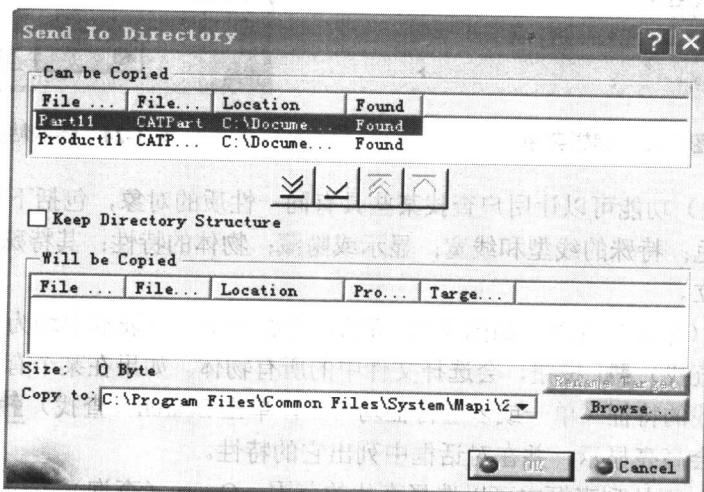

图 1-22 发送至文件夹
③ 在上面的白色方框中选取所要发送的文件，单击 按钮，把文件填加进下面的方框内，单击 按钮则全部填加。此时可以单击对话框右下角的 Rename Target (目标文件重命名) 按钮来更改目标文件的名称。单击 OK (确定) 按钮即可发送出去。
(2) Send To Directory (发送至文件夹) 这个选项可以在维持数据结构完整性的前提下把 CATIA 的数据发送到其他的文件夹，避免链接路径消失。操作步骤如下。
- ① 先将要发送出去的文件存盘，否则发送不出去。
- ② 选择 File/Send To/Directory 命令，于是会出现如图 1-22 所示的对话框。